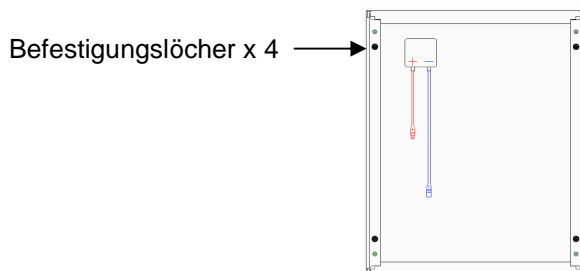

Abb.7 Befestigungsloch
- Das PV-Modul hat vier  $\phi 10$  mm Löcher an der langen Seite für die Fixierung. (Abb. 7)